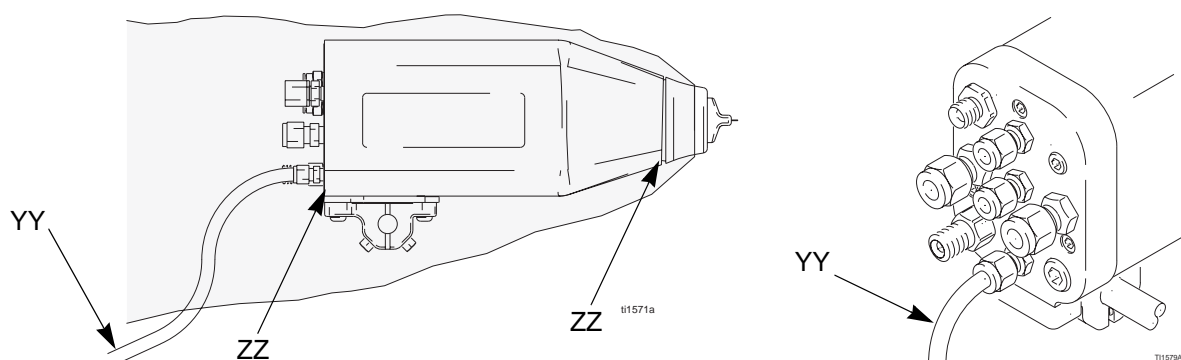

Fig. 14. Vérification de l'absence de fuites de produit
Pendant le fonctionnement, examiner régulièrement le tuyau d'échappement du collecteur (YY) ainsi que les deux extrémités du capotage du pistolet (ZZ) pour détecter la présence de produit. Voir Fig. 14. La présence de produit à ces endroits serait le signe d'une fuite de produit à l'intérieur du capotage qui pourrait provenir de fuites au niveau des raccords des tuyaux ou des joints produit.